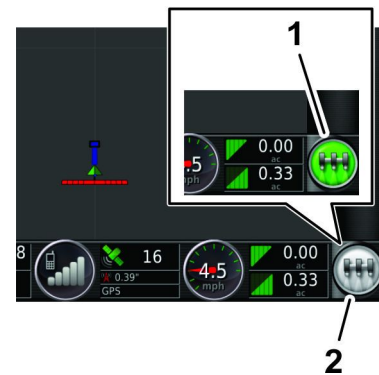

図 241
8. ジオリンクの制御コンソール上でマスタースイッチアイコン 図 241 を押してオン緑にする。